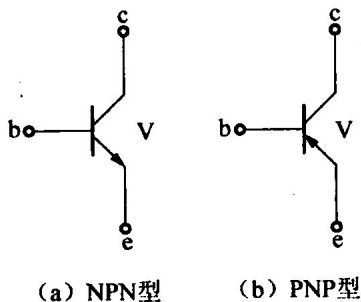

图 2-1
2) 三极管的分类。三极管的分类方法很多,按内部三个区的半导体类型来分,有 NPN 型和 PNP 型;按三极管所用的半导体材料来分,有硅管和锗管两种;按三极管的频率来分,有低频管和高频管两种;按三极管的功率来分,有小功率管和大功率管等。NPN 型三极管和 PNP 型三极管的图形符号如图 2-1 所示。